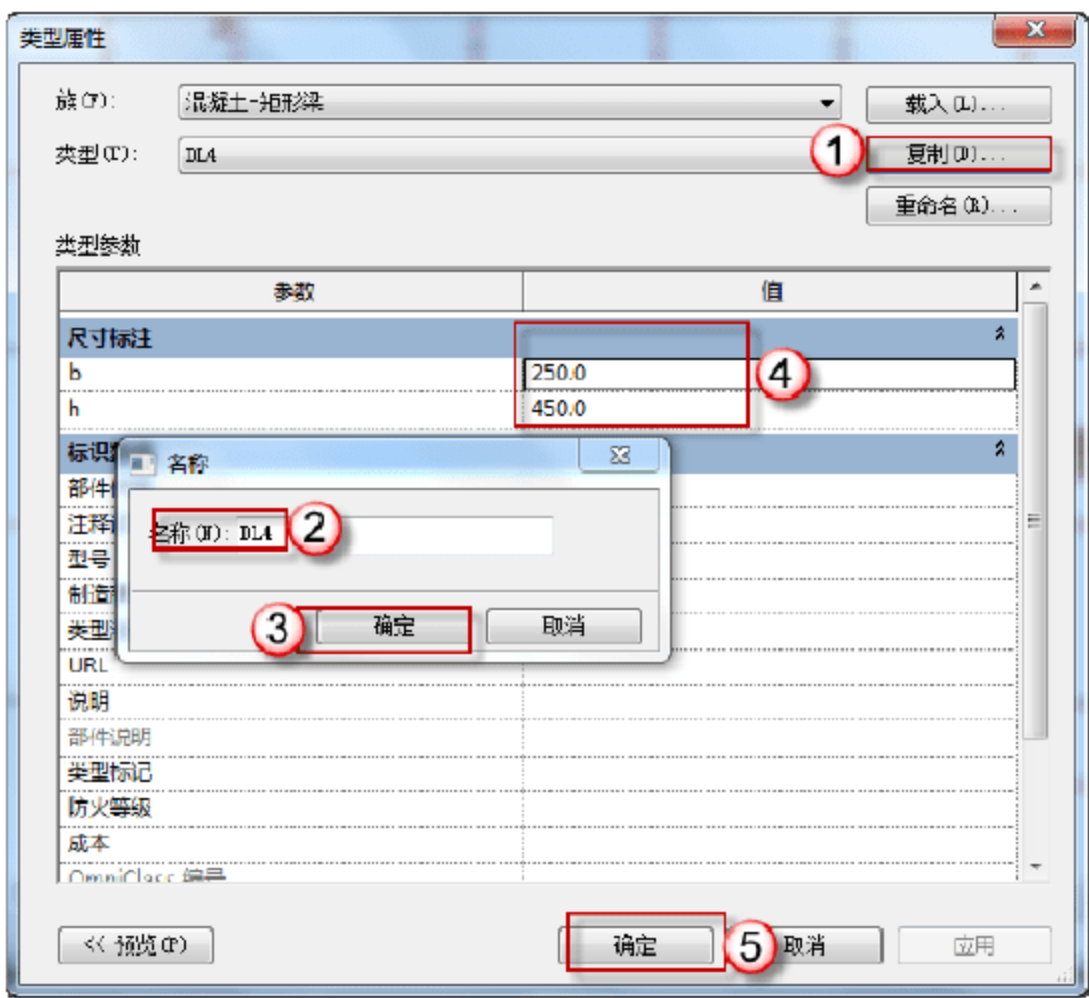

图 3.1.58 编辑 DL4 信息
(10) 设置 DL4。选择“结构”→“梁”→“编辑类型”命令，在弹出的“类型属性”对话框中，单击“复制”按钮，在弹出的对话框中输入 DL4，单击“确定”按钮。在“尺寸标注”栏中输入 b、h 的尺寸，单击“确定”按钮，如图 3.1.58 所示。